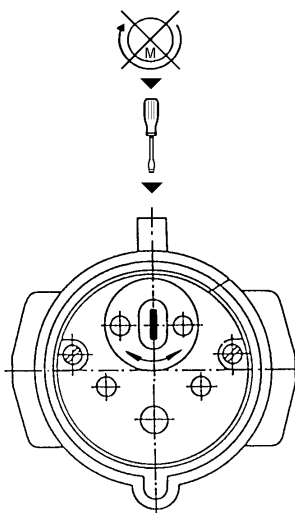

Bild 15
- I så fall trycks **fasväxlaren** i CEE-proppen in med hjälp av en skruvmejsel, och vrids 180° (bild 15).